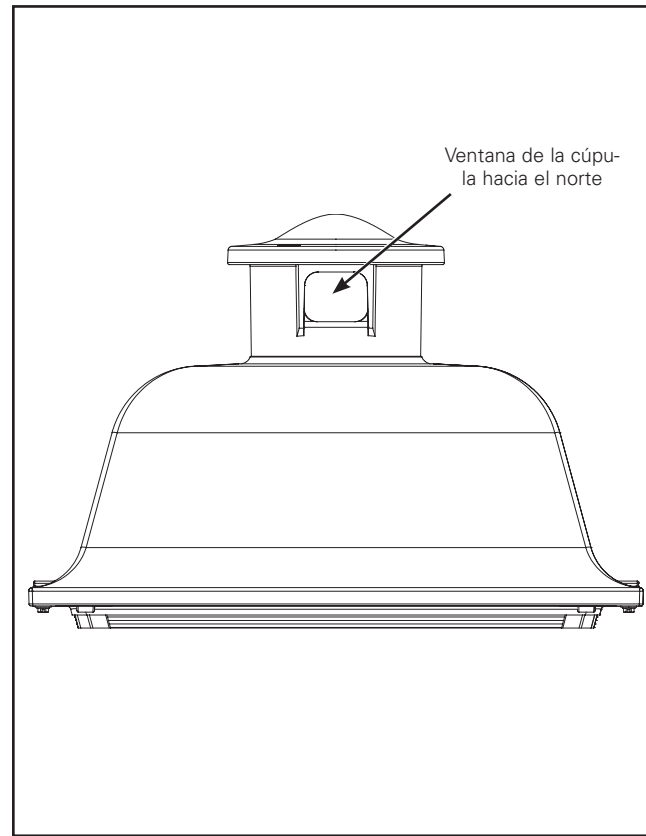

Figura 5.
3. Gire la cúpula hasta que la ventana de la cúpula quede hacia el norte. Alinee la flecha norte del receptáculo de fotocontrol con la ventana en la cúpula. Vuelva a apretar los tornillos e instale el fotocontrol. (Figura 5.)